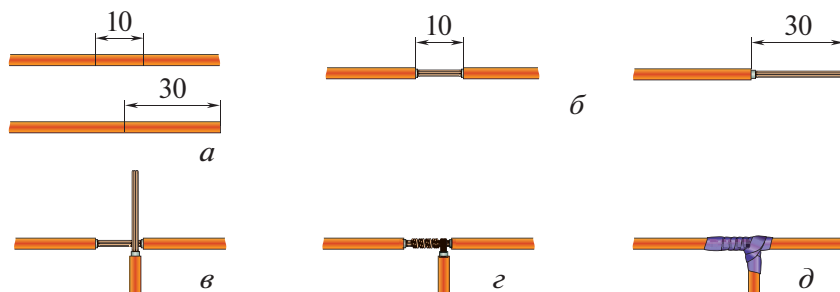

Рис. 11.5. Последовательность ответвления многожильных проводов
1. Разметить место ответвления провода на длину 10 мм и сращиваемый провод на длину 30 мм (рис. 11.5, *а*).
2. Удалить монтажным ножом или специальным приспособлением изоляцию на месте ответвления провода и на сращиваемом проводе (рис. 11.5, *б*).
3. Наложить оголённый конец сращиваемого провода на место ответвления примерно под углом 90° (рис. 11.5, *в*).
4. Накрутить конец сращиваемого провода на оголённое место провода ответвления. Обжать место ответвления пассажимами (рис. 11.5, *б*).
6. После охлаждения место пайки обмотать изоляционной лентой (рис. 11.5, *д*).
5. Выполните ответвление двух многожильных проводов (см. рис. 11.5).